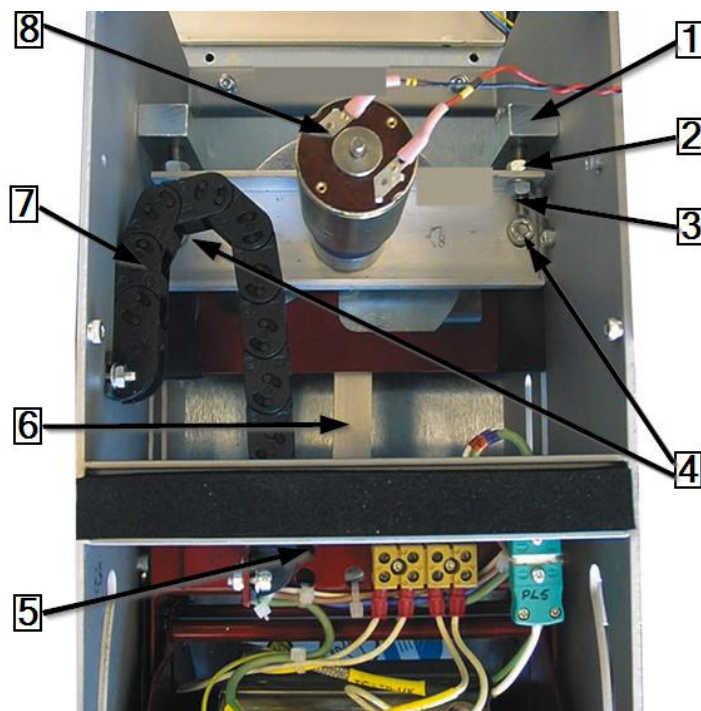

Abb. 77 : Sestava motoru (pohled zředu)
- Podrobnější popis viz Abb. 77 : Sestava motoru (pohled zředu), strana 106). Povolte pojistné matice M6×40 (2) seřizovacích šroubů (3) v montážních blocích motoru a odeberte seřizovací šrouby.
- Povolte 2 upevňovací šrouby (4), kterými je upevněna základní deska sestavy motoru.
- Vyjměte zadní čep klikového kotouče motoru (1) (viz níže) z klikového kotouče.